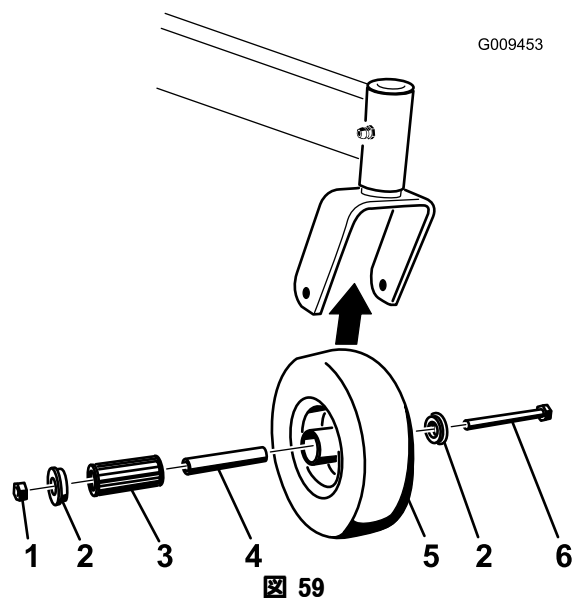

図 59
1. キャスタ・ホイールをキャスタ・フォークに保持しているボルトとロックナットを外す(図 59)。
2. ブッシュを外し、スパナ・ブッシュとローラ・ベアリングをハブから外す(図 59)。
3. ハブについているもうひとつのブッシュも外し、ハブについているグリスや汚れを除去する(図 59)。
4. ローラ・ベアリング、ブッシュ、スパナ・ブッシュ、それにハブの内側の磨耗具合を点検する。破損したり磨耗したりしている部品は交換する(図 59)。
5. 組み立てるときには、ホイール・のハブにブッシュを 1 つ入れる。ローラ・ベアリングとスパナ・ブッシュにグリスを塗りつけて、ハブに通す。ハブにもうひとつのブッシュを入れる(図 59)。
6. キャスタ・フォークの間にキャスタ・ホイール・アセンブリを入れ、ホイール・ボルトとロックナットで固定する。スパナ・ブッシュがキャスタ・フォーク内部に当たるまでロックナットを締め付ける(図 59)。